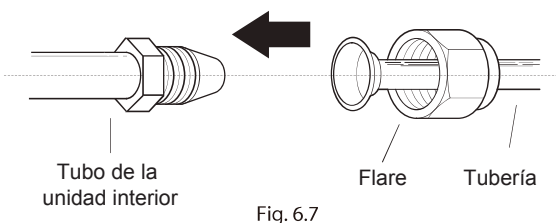

Fig. 6.7
1. Alinear el centro de las dos tuberías que usted conectará. Ver Fig. 6.7